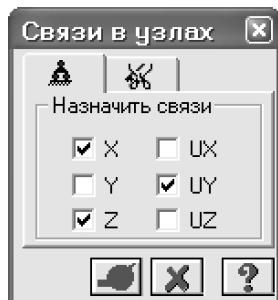

Рис.1.7. Диалоговое окно Связи в узлах
- С помощью пункта меню **Схема ⇒ Связи** (кнопка  на панели инструментов) вызовите диалоговое окно **Связи в узлах** (рис.1.7).